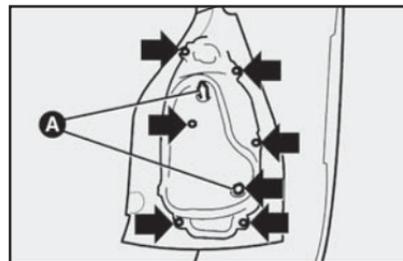

fig. 20
- 1) por el interior del compartimiento de equipajes, tire de la cinta provista de cremallera adhesiva y suelte las tuercas **A-fig. 20**;
- 3) saque el conjunto portalámparas quitando los tornillos indicados por las flechas **fig. 20**;